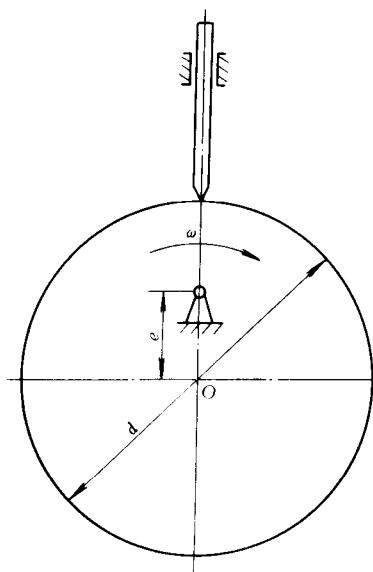

图 2-5
2. 图 2-5 所示为一偏心凸轮机构, O 为偏心圆的几何中心。其中, 偏心距 $e = 15\text{mm}$, $d = 60\text{mm}$ 。试求: